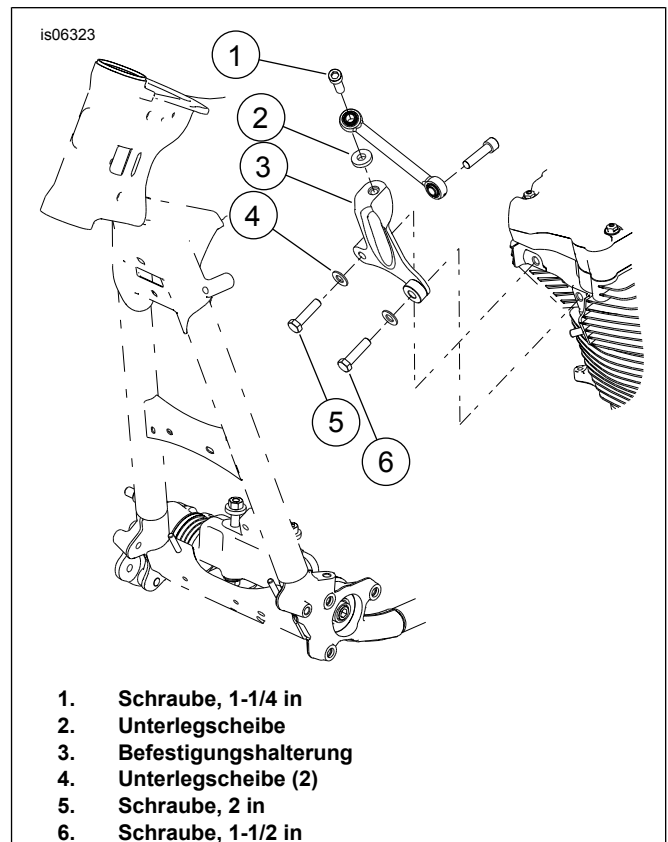

Abbildung 2. Vordere Motoraufhängungshalterung ausbauen
1. Siehe Abbildung 2. Die rechte Schraube (1) und Unterlegscheibe (2) von der vorderen Stabilisatorstange entfernen. Die Schraube und Unterlegscheibe zur späteren Wiederverwendung aufheben.
2. Auf der linken Seite des Motorrads stehend, die zwei Sechskantschrauben (5 und 6) und flachen Unterlegscheiben (4) entfernen, um die obere Motoraufhängungshalterung (3) vom vorderen Zylinderkopf zu lösen.
3. Einige Tropfen Loctite 272 auf die neuen Schrauben aus dem Satz auftragen. Von der linken Seite des Motorrads aus einen 91,4 cm (3 ft) langen Holzbalken 50,8 x 101,6 mm (2 x 4 in) als Brechstange verwenden. Die flache Seite des Holzbalkens zwischen dem linken Rahmenrohr und dem vorderen Zylinder einsetzen. Ausreichend Druck ausüben, um den Motor geringfügig nach rechts zu bewegen und die lange Schraube (5) und Unterlegscheibe (4) unten rechts in die Halterung einzubauen. Den Holzbalken entfernen und die Unterlegscheibe und kurze Schraube (6) an der linken Seite anbringen. Die Schrauben auf ein Drehmoment von 40,6–47,4 N·m (30–35 ft-lbs) anziehen.
4. Einige Tropfen Loctite auf die Schraube (1) auftragen und die Schraube und Unterlegscheibe (2) an der Stabilisatorstange und der Motoraufhängungshalterung befestigen und auf ein Drehmoment von 24,4–29,8 N·m (18–22 ft-lbs) anziehen.